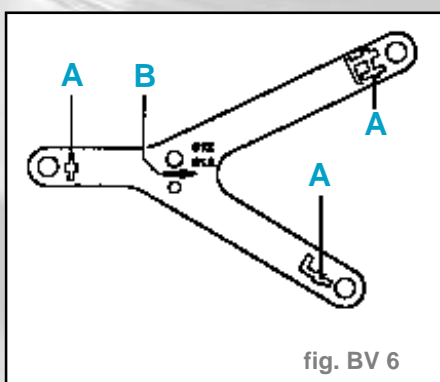

fig. BV 6
- Visser les éléments de fixation **-A-** comme représenté sur la plaque d'ajustage (fig. BV 6).